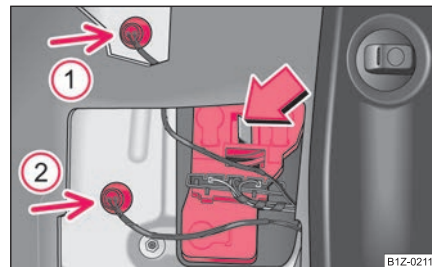

Fig. 250 Desmontaje del soporte de lámpara
- Saque las bombillas de la luz piloto (flechas ① y ②) ⇒ fig. 250.